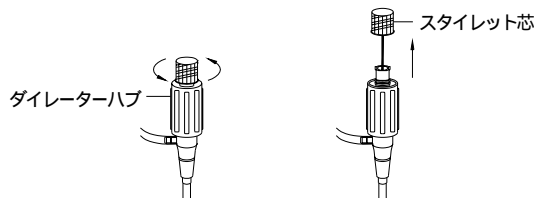

図2
4. 段付ダイレターにスタイレット芯が装着されている場合は、ダイレターハブを持ち、スタイレット芯を反時計方向に回して抜く(図2参照)。